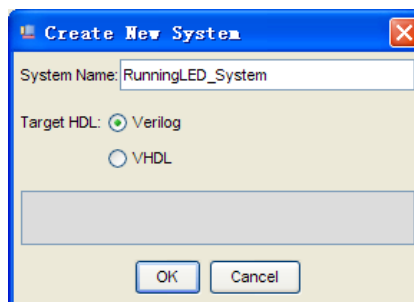

图 7-1 添加系统名称并指定语言
3. 点击 Quartus II 软件右上方图标打开 SOPC Builder，创建一个 SOPC 系统。填写系统名称为 RunningLED_System，并指定 Verilog 为描述系统的语言，如图 7-1。